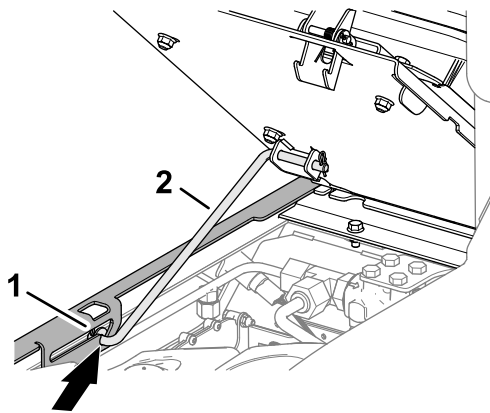

Figura 108
- Asigurați-vă că tija de susținere față este aezată în elementul de reținere cu fantă al suportului scaunului (**Figura 108**).